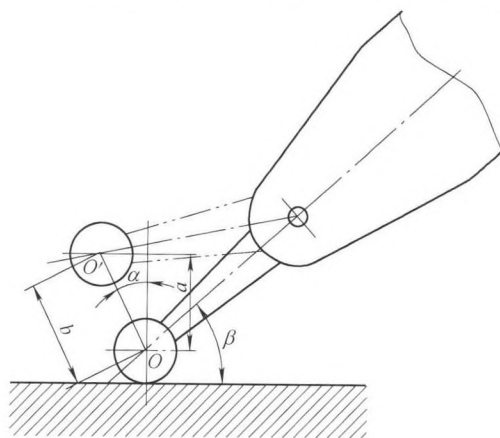

图 4
(3) 测量杆上不要加油,以免油污进入表内,影响千分表的灵敏度。
(4) 杠杆千分表的测量杆轴线与被测工件表面的夹角愈小,误差就愈小。本量尺的实测数据如果需要误差分析,可采用如下方法修正: α 角为杠杆千分表中心线与待测工件表面的夹角(即实用新型的夹角为 38°),由图 4 可知,当平面上升距离为 a 时,杠杆千分表摆动的距离为 b ,也就是杠杆千分表的读数为 b ,因为 $b > a$,所以指示读数增大。具体修正计算式如下